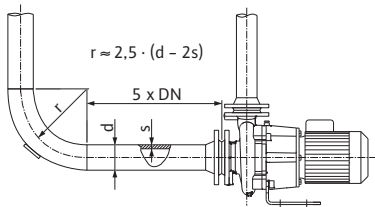

Fig. 3: Išlyginimo linija prieš siurbį ir už siurblio
- VPrieš siurbį ir už jo reikia montuoti išlyginimo dalį – tiesų vamzdį. Šios išlyginimo dalies ilgis turi būti lygus bent 5 x siurblio jungės vardiniams skersmenims (žr. Fig. 3). Tai padeda išvengti srauto kavitacijos.